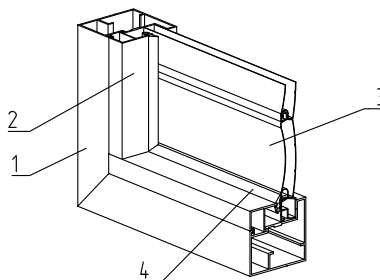

Рис. 19. Установка штапика FLGU.400.0302, FLGU.400.0304 с уплотнителем FRK39:
1. По контуру заполнения установить штапики 2 совместно с уплотнителем 4 (рис. 19).